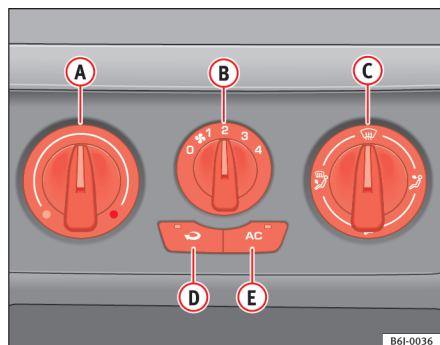

Fig. 85 Sur le tableau de bord : éléments de commande du chauffage
- Les régulateurs ⇒ fig. 85 (A) et (C) et la commande (B) permettent de régler la température, la distribution de l'air et la vitesse de la turbine.
- Appuyez sur la touche (D) pour activer ou désactiver le recyclage de l'air. Quand la fonction est active, un témoin sur la touche s'allume.